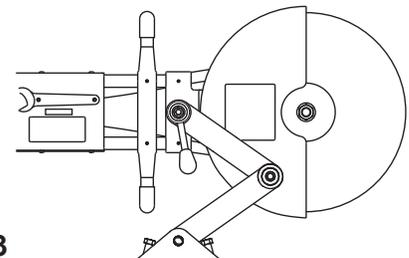

Fig. 3
2. Sujete la sierra hidráulica para rieles HS16 a la mordaza en el lugar del tornillo de montaje, y apriete la sierra contra el conjunto de la mordaza con el mango de sujeción. (Consulte la Fig. 3).